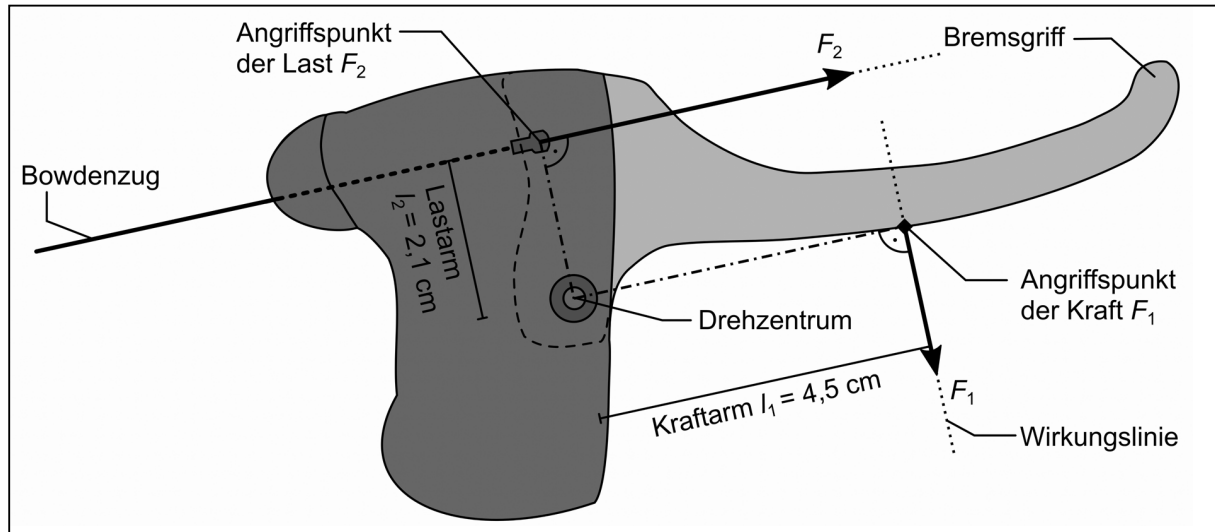

Abb. 14: Kräfte und Hebelarme am Bremsgriff (zweiseitiger, gewinkelter Hebel)
- 1.–4. Beim Bremsgriff handelt es sich um einen **zweiseitigen**, gewinkelten Hebel. Die Bestandteile des Hebels sowie die Wirkungslinien der Kräfte sind in Abbildung 14 eingezeichnet. Das Verhältnis der Längen von Kraft- und Lastarm beträgt $\ell_1/\ell_2 \approx 2,1$.
7. Die Kräfte sind in Abb. 14 dargestellt. Dabei entspricht eine Pfeillänge von 1 cm einer Kraft von 100 N.